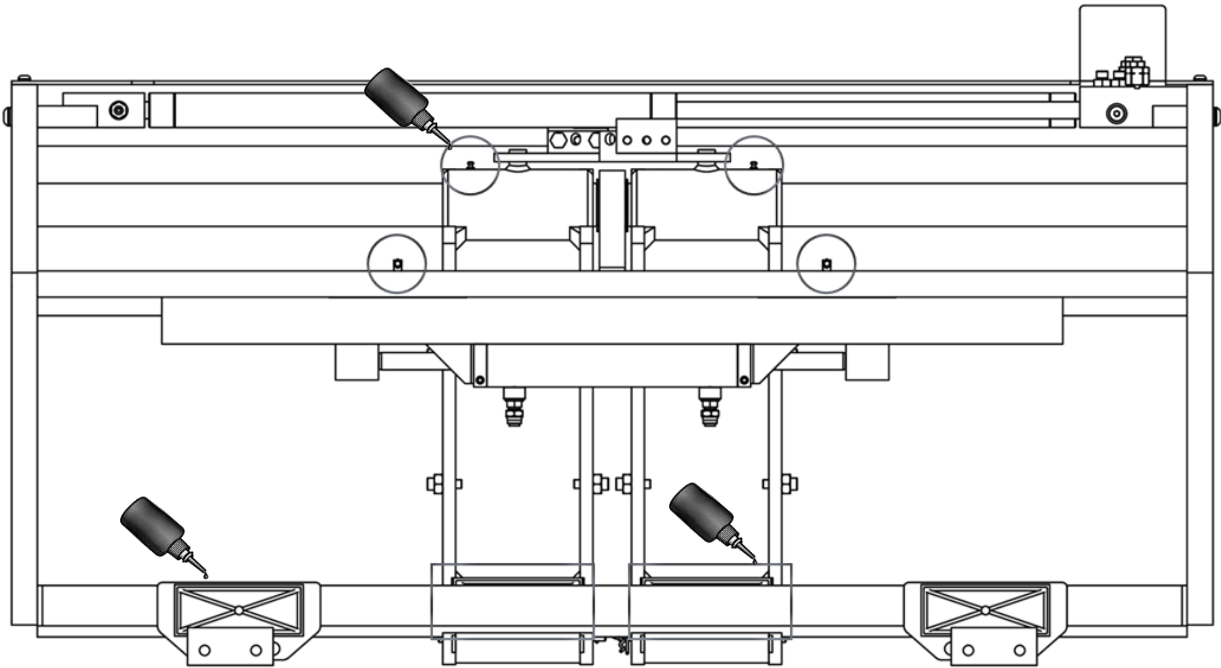

Figura 33
1. Lubrique los componentes deslizantes con los ingradores especiales (mira *Figura 33*).
2. Lubricar las deslizaderas y la barra deslizante relativa (mira *Figura 33*).